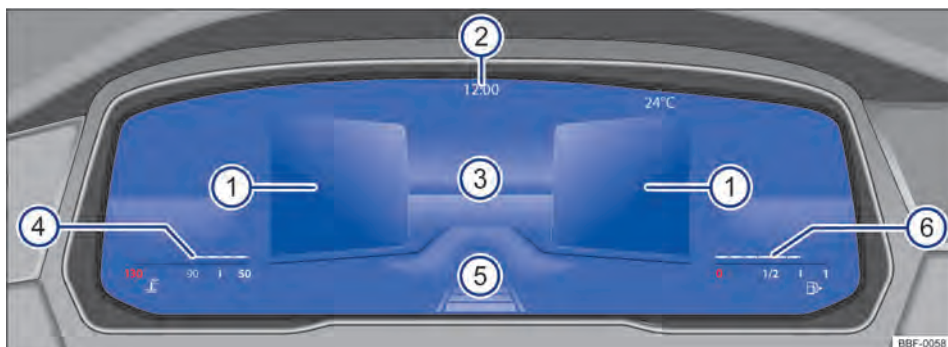

Fig. 10 Active Info Display (variante 2) no painel de instrumentos.
Dependendo da versão do veículo e país, o instrumento combinado digital e as funções do indicador de dados de viagem podem não estar disponíveis. Explicações sobre os instrumentos → Fig. 10
A exibição principal → Fig. 10 ③ pode ser alternada pressionando o botão **VIEW** no volante multifunções. A representação na área de indicação pode exibir as seguintes vistas:
- **Resumo:** após o encerramento da prontidão para condução: exibição de informações sobre o status do veículo nas áreas ①, por exemplo, posição do hodômetro total.